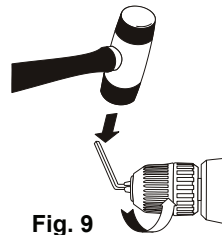

Fig. 9
- Insérez la clé hexagonale dans le mandrin et serrez solidement les mâchoires du mandrin (Fig. 9). À l'aide d'un maillet, frappez fortement sur la clé hexagonale (**DANS LE SENS CONTRAIRE DES AIGUILLES D'UNE MONTRE**) afin de desserrer le mandrin sur la broche. Vous pouvez maintenant dévisser et retirer manuellement le mandrin de la broche.